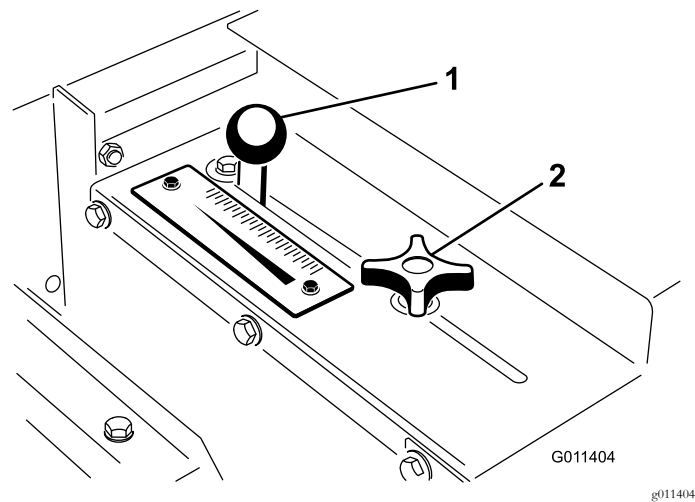

图19
- 充分旋松锁定旋钮图19以便旋钮可在槽中自由滑动。
- 将放料门旋钮图19设置到所需位置并拧紧锁定旋钮以固定调整。
用施用率刻度表图19确定所需的流速。请参考“沙子施用率”。